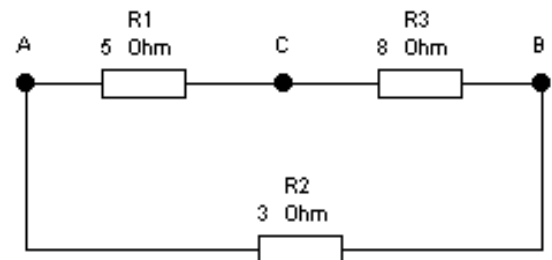

Рис. 2.5.
2.7.5. На рис.2.5 приведена схема електричного кола. Відомо, що через опір R_3 протікає струм $I=1\text{А}$. Визначити напруги U_{AB} , U_{AC} , U_{BC} .